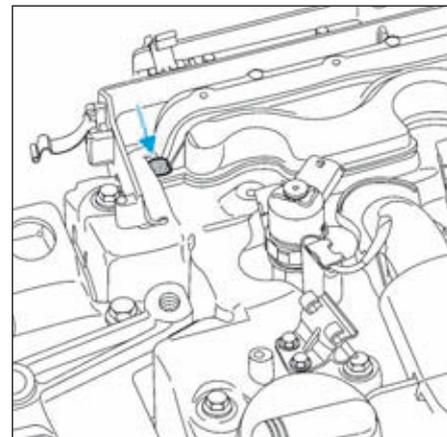

FIG.25
- Appliquer du produit d'étanchéité, type Rhodorseal 5661 sur le couvre-culasse (Fig.25).